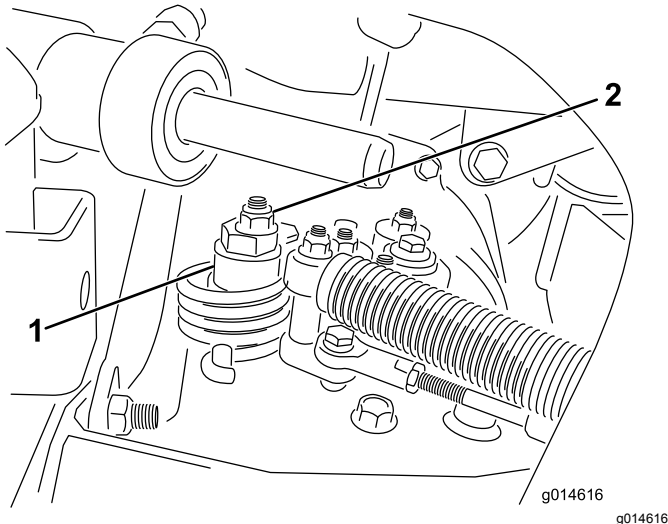

Figura 40
- A. Afloje la tuerca que sujeta el excéntrico a la parte superior del hidrostato (Figura 40).
- C. Gire el excéntrico hasta que no haya movimiento en ningún sentido. Cuando la rueda deje de girar, apriete la tuerca para bloquear el excéntrico y el ajuste (Figura 40). Compruebe el ajuste con el acelerador en las posiciones LENTO y RÁPIDO.